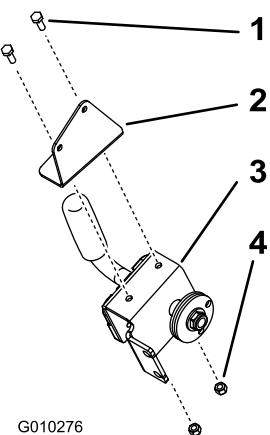

Figura 7
1. Instale el conjunto de la palanca en la escuadra con 2 pernos (1/4 x 3/4 pulg.) y 2 contratuercas (1/4 inch)(Figura 7). Asegúrese de utilizar la escuadra correcta.